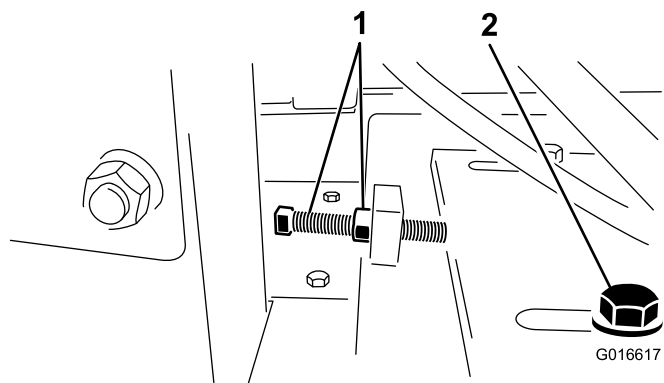

Figura 25
6. Afloje el perno tensor de la correa y la contratuercas. Mueva el motor hacia la carcasa del volante para aflojar la correa (Figura 25).
6. Afloje el perno tensor de la correa y la contratuerca, y mueva el motor hacia la carcasa del volante para aflojar la correa (Figura 25).